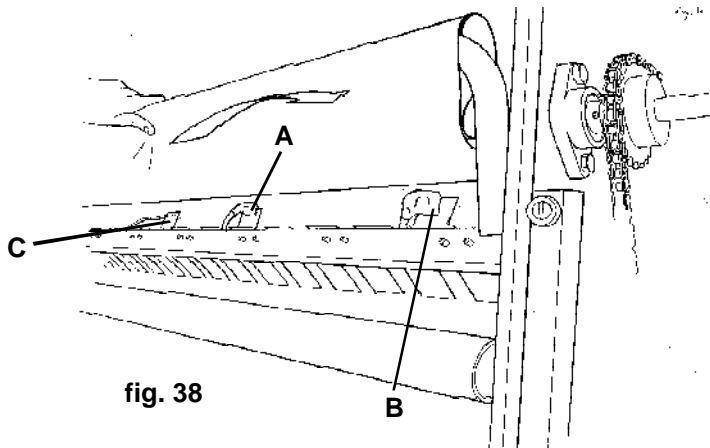

fig. 38
- Visually check cylinder safety thermostat and probe condition (fig. 38/A-C).
- **Only PS-3219.** Verify ironing thermostats condition (fig. 38/B).
- Verificar visualmente el estado del termostato seguridad cilindro y de la sonda (fig.38/A-C).
- **Solo PS-3219.** Verificar el estado de los termostatos de planchado (fig.38/B).
- Vérifier visuellement l'état du thermostat sécurité cylindre et de la sonde (fig. 38/A-C).
- **Seulement PS-3219.** Vérifier l'état des thermostats de repassage (fig. 38/B).